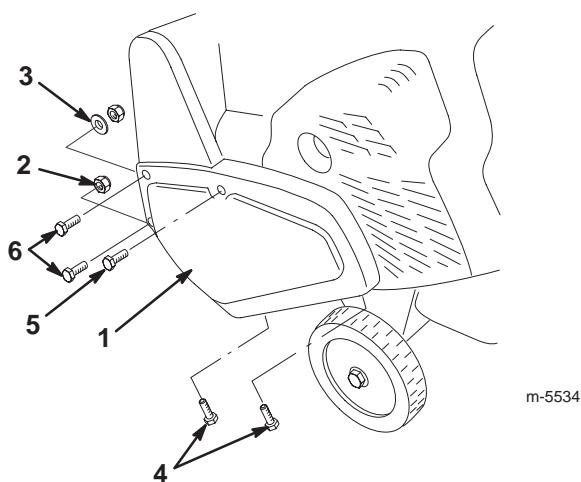

Figure 27
4. Retirez les fixations du couvercle de la courroie d' entraînement sur le châssis de la déneigeuse (Fig. 27). Mettez le couvercle de la courroie d' entraînement de côté.